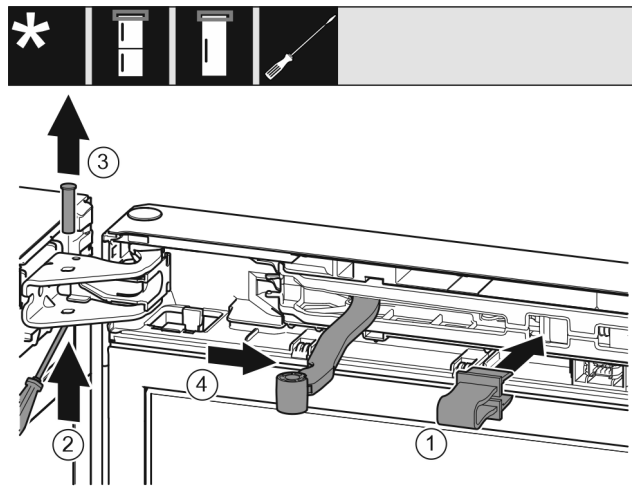

Fig. 9
- Sikringen skal klikke på plass i åpningen. Fig. 9 (1)
- Skru ut bolten med skrutrekker. Fig. 9 (2)
- Trekk ut bolten oppover. Fig. 9 (3)
- Drei leddet i retning døren. Fig. 9 (4)